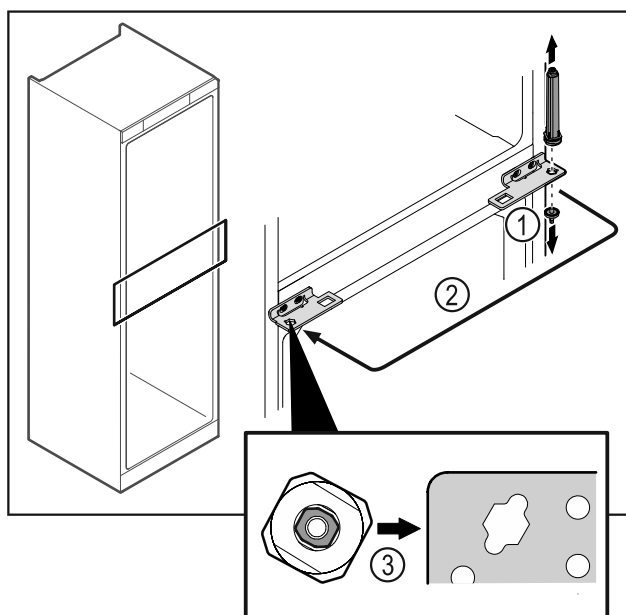

Fig. 43
- ▶ Deșurubați bolțul balamalei Fig. 43 (1).
- ▶ Mutați sistemul de închidere al ușii Fig. 43 (2).
- ▶ Aveți în vedere ca la introducerea, teșitura bolțului Fig. 43 (3) să fie orientată spre orificiul rotund.